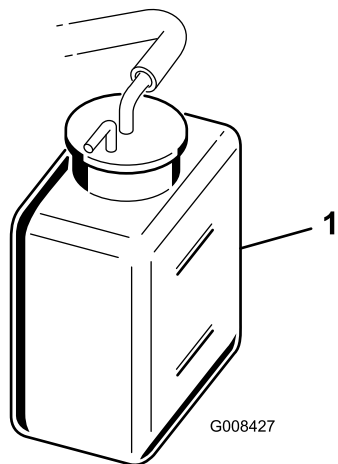

Figure 24
2. Vérifiez le niveau du liquide de refroidissement (Figure 24).